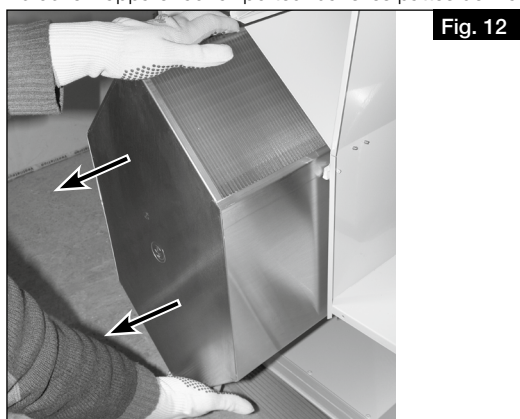

Fig. 12
4. Pour réduire le poids, retirer l'échangeur à contre-courant de l'appareil (voir Fig. 12).